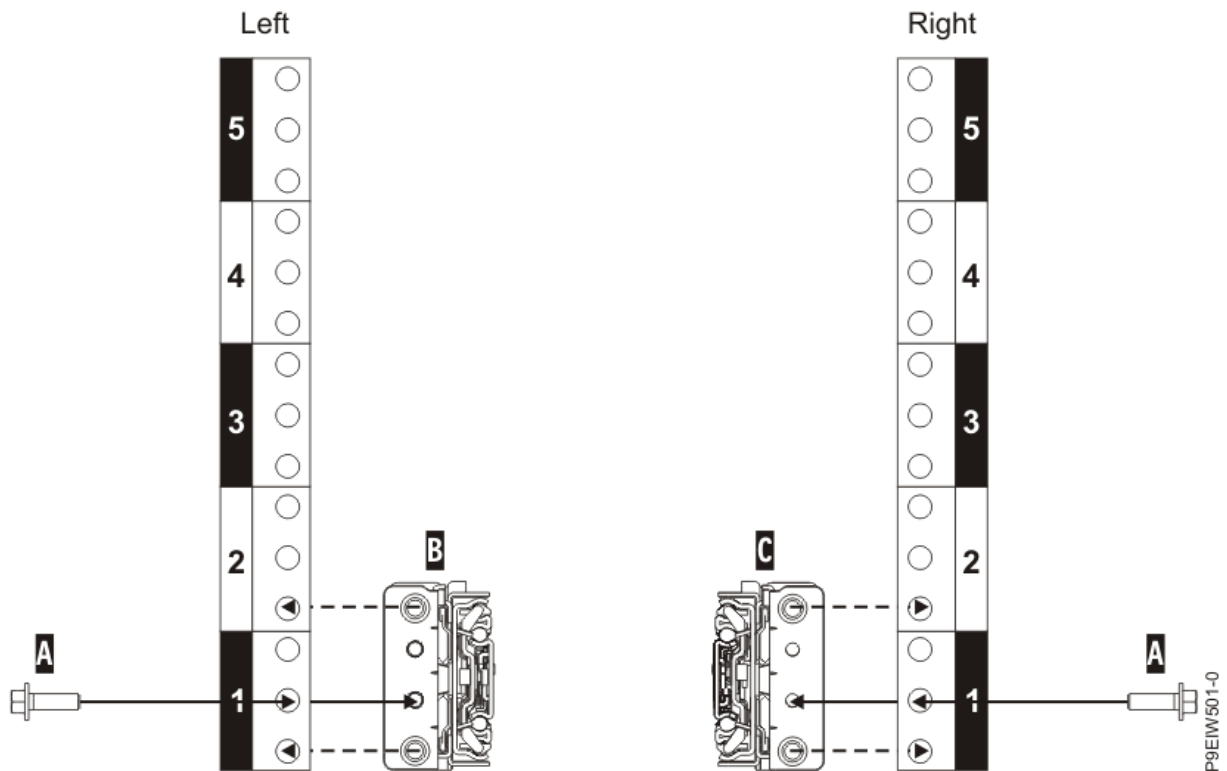

Abbildung 3. Schienen an der Rückseite des Racks befestigen
10. Befestigen Sie die linke Schiene (**B**) und die rechte Schiene (**C**) mit einer Schraube M5 x 16 mm (**A**) (siehe Abbildung 3 auf Seite 4). Setzen Sie die Schrauben in die Gewideschienenflanschbohrungen ein, die sich in der mittleren Bohrung der untersten EIA-Rackeinheit befinden, und ziehen Sie sie fest.